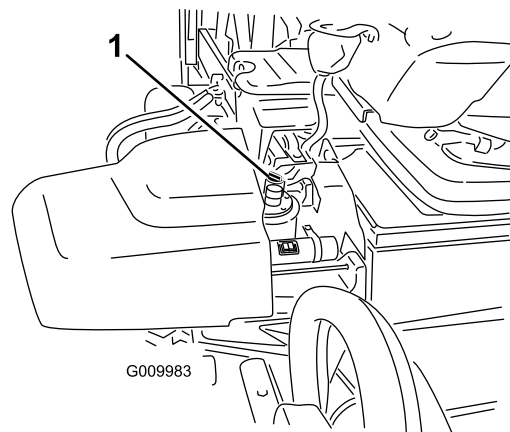

図 17
3. 油圧オイルタンクの注油口周辺をきれいに拭き、キャップ 図 17を外す。給油口からキャップを取る。